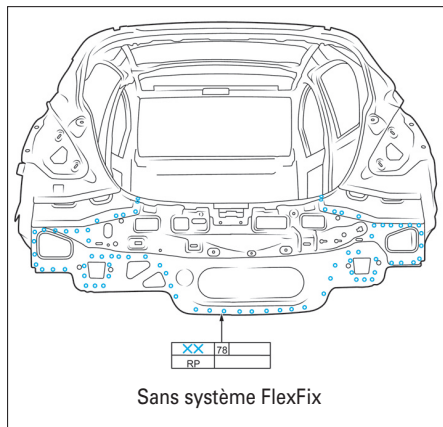
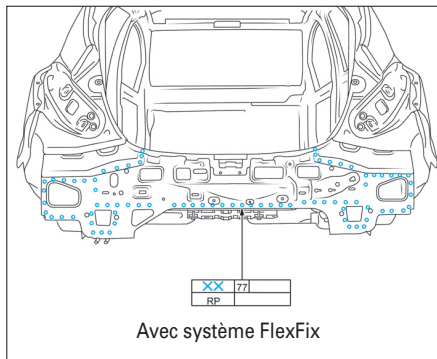

FIG. 62
FIG. 63
- Souder la jupe arrière intérieure (Fig.62) ou (Fig.63).